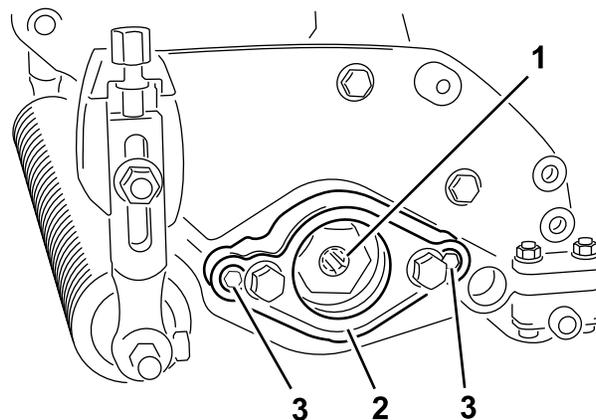

図 4
4. モータマウント取り付け部を取り外す 図 4。
5. 駆動スプライン内側面にグリスを塗る 図 4。